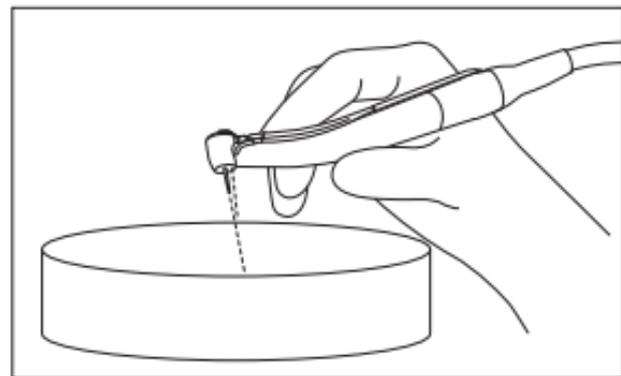

Fig. 12 61
3) Faites fonctionner la pièce à main tout en faisant couler de l'eau propre au débit maximal dans le tube d'irrigation avec l'embout d'irrigation, du côté fauteuil, pendant au moins 20 secondes afin de purger les fluides présents dans la pièce à main. (Fig. 12) Après l'arrêt complet de la rotation de la pièce à main, touchez la tête de la pièce à main pour confirmer qu'elle NE chauffe PAS anormalement. (Température de l'eau inférieure ou égale à 38°C (100°F); la qualité d'eau recommandée est de l'eau potable ou de l'eau de qualité équivalente).